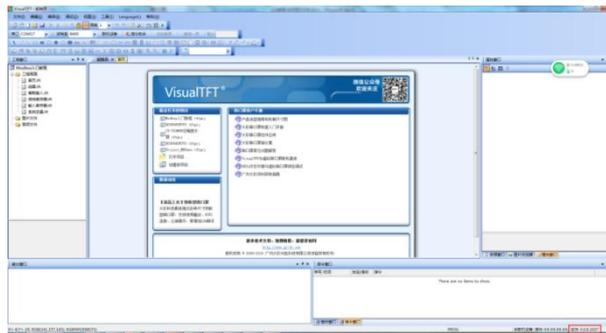

图 2-2 软件版本
(2) 打开 VisualTFT，在软件右下角可以查看软件版本图 2-2 所示，VisualHMI 版本查看如图 2-3，最新版本可登录 <http://www.gz-dc.com> 下载。